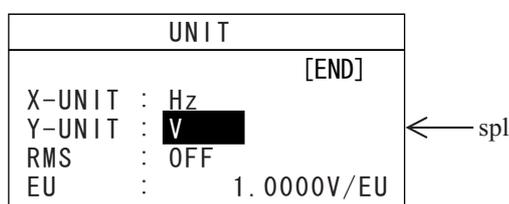

図 13
- (6-7) 同ページの「END」にジョグカーソルを合わせ、SELECT スイッチを押すと2次ページが閉じて、「UNIT」ページに、「Y-UNIT : spl」と表示されます (図 13)。